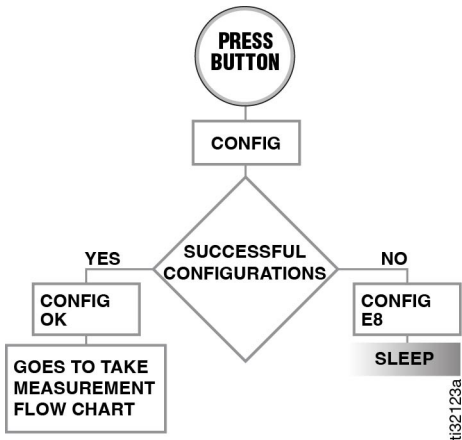

图 4
1. 再次单击“显示屏”按钮 (A) 以使用新配置文件配置 TLM。
2. 在用新配置文件配置 TLM 之后, 显示屏显示“配置正常”, 如图 4 所示 (第 6 页)。
如果脉冲软件未使用新配置文件配置 TLM, 则显示错误消息“配置 E8”(步骤 2, 图 4)。